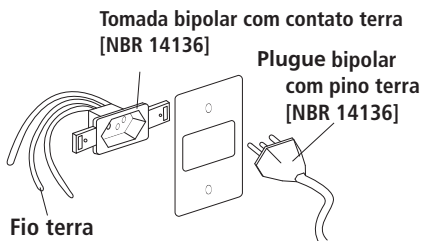

Fig. 15
- Ligar o produto em uma tomada bipolar com contato terra, de 20 A, 3 pinos redondos [diâmetro dos pinos 4,8mm] devidamente aterrada [NBR 14136] [Fig. 15], exclusiva, de fácil acesso, em excelente estado, dimensionada de acordo com o circuito de proteção. Em caso de dúvida, consultar um eletricista de sua confiança.